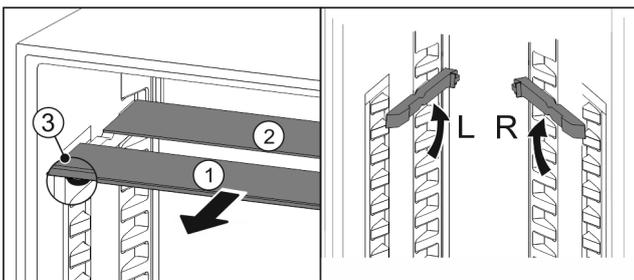

Fig. 105
- ▶ Sortir les tablettes par l'avant Fig. 105 (1).
- ▷ La tablette en verre Fig. 105 (1) avec bordure décorative est située à l'avant.
- ▷ Les butées Fig. 105 (3) sont orientées vers le bas.